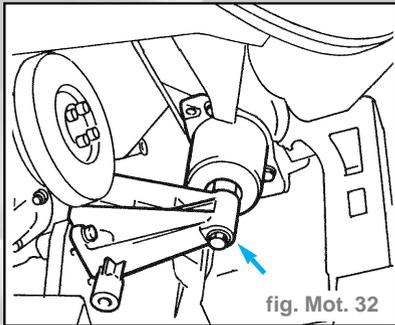

fig. Mot. 32
- Déposer le support moteur côté distribution en dévissant la vis centrale (fig. Mot. 32).